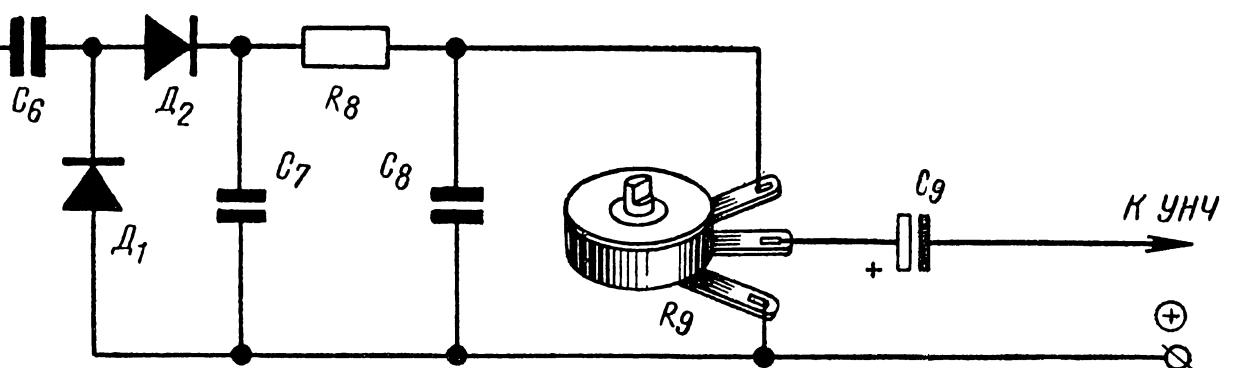
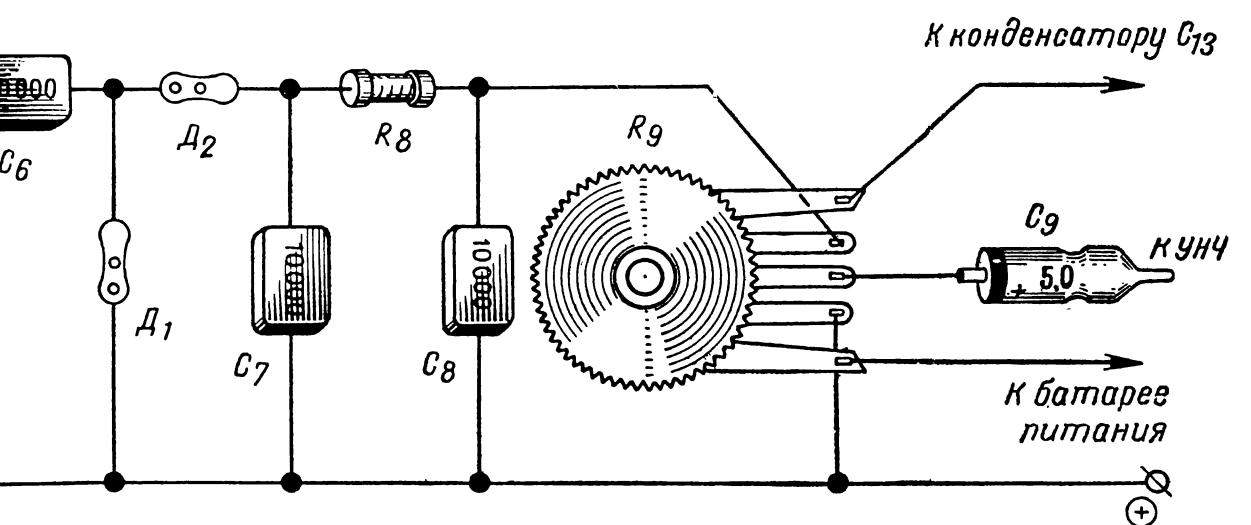

РИС. 14. Введение переменного резистора СП, СПО
РИС. 15. Подключение переменного резистора СПЗ-3
1. В схему приемника можно добавить регулятор громкости, заменив для этого постоянный резистор R_9 переменным резистором типа СП, СПО [рис. 14] или резистором, совмещенным с выключателем, типа СПЗ-3 [рис. 15].